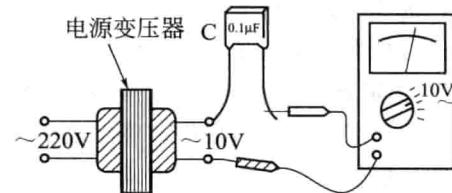

图 1-9 用万用表测量电容
① 模拟万用表测量电容时，通过电源变压器将交流 220V 市电降压后获得 10V、50Hz 交流电压作为信号源，然后将转换开关旋转至交流电压 10V 挡。
② 将被测电容 C 与任一表笔串联后，再串接于 10V 交流电压回路中，如图 1-9 所示，万用表即指示出被测电容 C 的容量。
③ MF-47 型万用表从第四条标尺刻度线（电容刻度线）上读取数据。
④ 应注意的是，10V、50Hz 交流电压必须准确，否则会影响测量的准确性。
⑤ 测量完毕，将转换开关置于交流电压最大挡或“OFF”挡位。